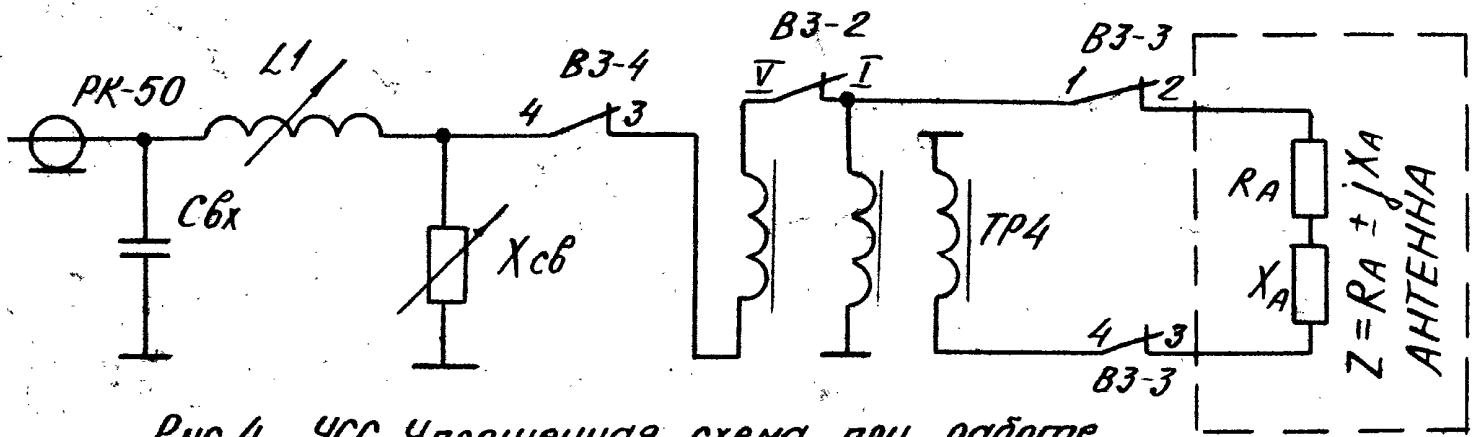
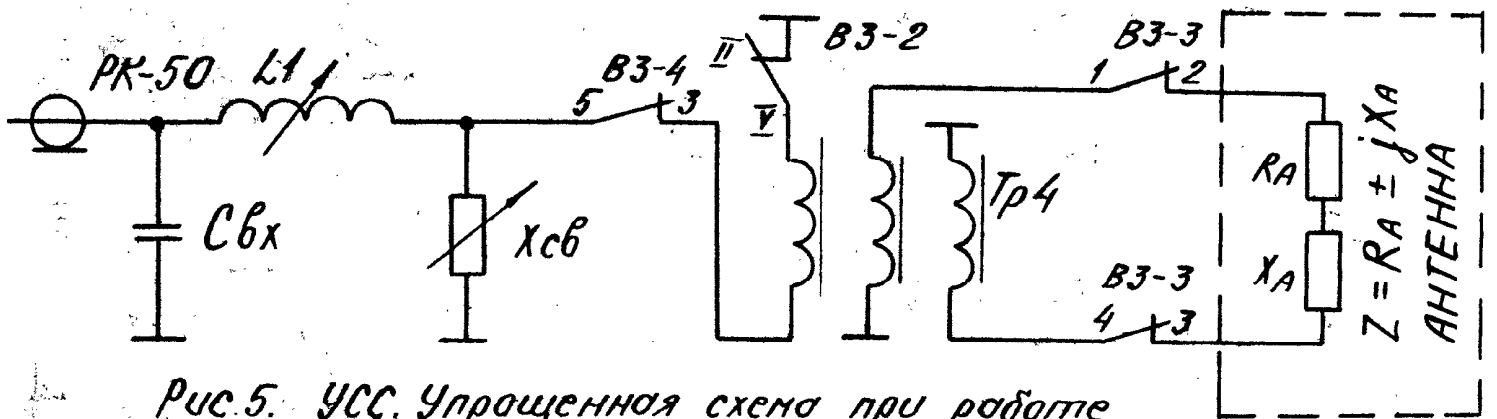
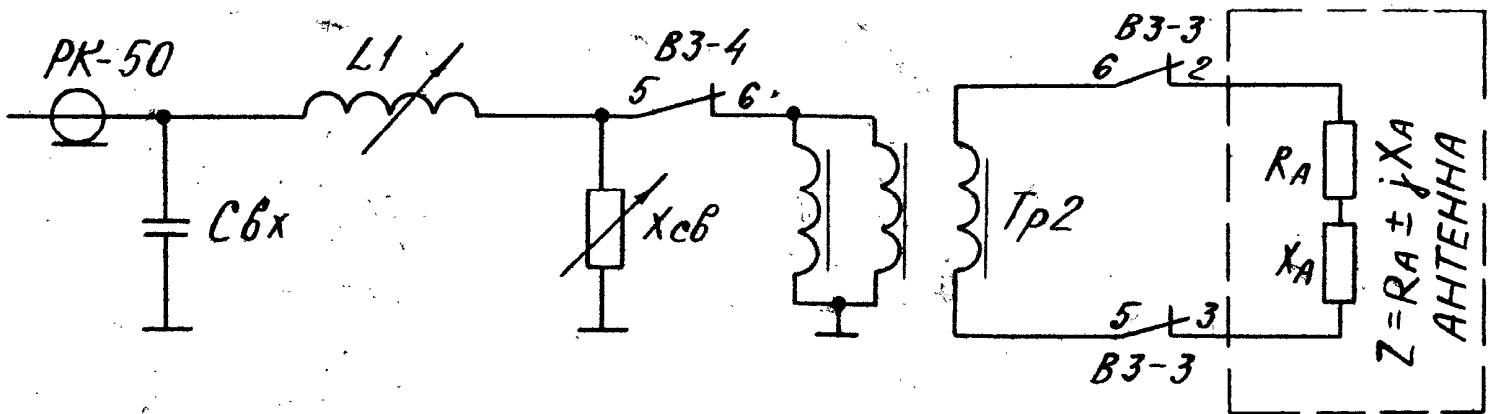

Рис. 4. УСС. Упрощенная схема при работе в диапазоне частот 1,5-4 МГц.
Рис. 5. УСС. Упрощенная схема при работе в диапазоне частот 4-16 МГц.
Рис. 6. УСС. Упрощенная схема при работе в диапазоне частот 16-30 МГц.
4.3.3. Для пояснения принципа работы УСС можно представить в виде упрощенных схем (рис. 4—6). На рис. 4 показана упрощенная схема УСС при работе его в диапазоне частот (1,5—4) МГц; на рис. 5 — в диапазоне частот (4—16) МГц, а на рис. 6 — в диапазоне частот (16—30) МГц. Как видно из этих схем, в любом диапазоне частот УСС представляет собой П-образный фильтр низких частот, обеспечивающий подавление гармонических составляющих передатчика.